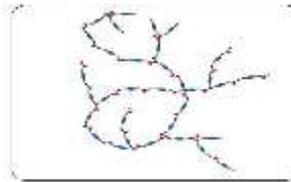

Fig. I. 05 : Représentation schématisée d'un polymère thermoplastique.
Un thermoplastique est un polymère linéaire ou ramifié pouvant être ramolli par chauffage et durci par refroidissement dans un intervalle de température spécifique. Ces polymères peuvent cristalliser thermoplastes amorphes ou thermoplastes semi-cristallins comme le polyéthylène (PE), le poly(chlorure de vinyle) (PVC) ou le polystyrène (PS) sont mis en forme par diverses techniques comme l'injection, l'injection-soufflage, l'extrusion ou le rotomoulage. (Voir Fig. I.05).